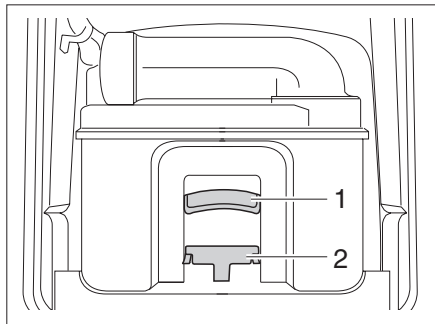

Fig. 106 Cassetta Thetford
- ▶ Tirare la staffa di supporto (Fig. 106,2) verso il lato anteriore per sbloccare la cassetta della toilette ed estrarre la cassetta mediante la maniglia (Fig. 106,1).